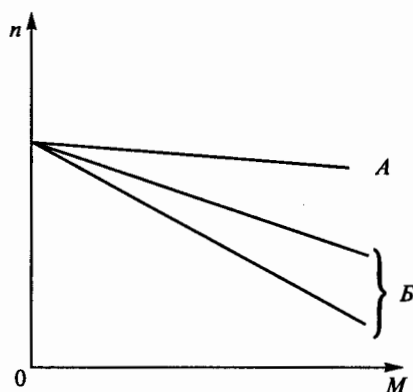

Рис. 247
**10.52.** Какому способу регулирования скорости вращения двигателя параллельного возбуждения соответствуют механические характеристики  $B$ , показанные на рис. 247, если до этого он работал по естественной характеристике  $A$ ?